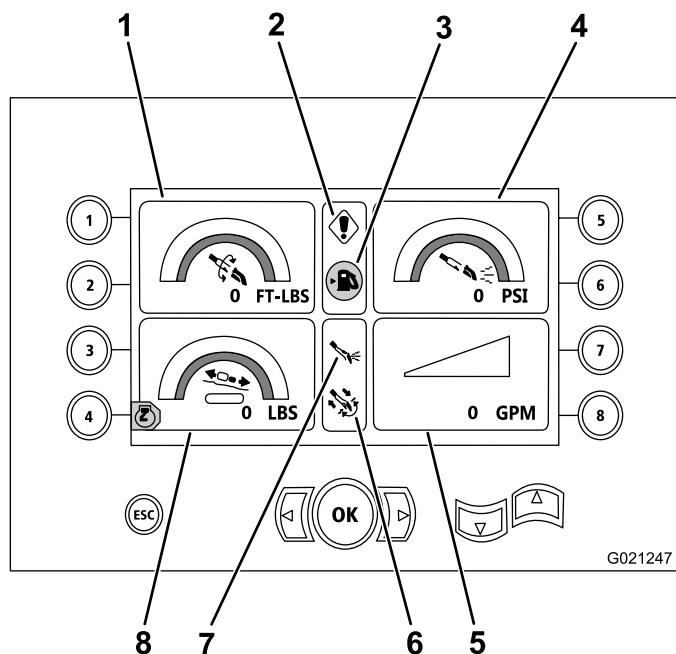

Рисунок 17
Эта страница показывает измеренные значения крутящего момента в фунт-футах, давления бурового раствора в фунтах на кв. дюйм, усилия каретки в фунтах и расхода бурового раствора в галлонах в минуту (Рисунок 17).
- Предупреждение с кодом ошибки для процесса бурения и/или двигателя (Рисунок 17)
- Предупреждение о низком уровне топлива (Рисунок 17)
- Подача бурового раствора находится в положении «Вкл.» (Рисунок 17)
- Режим автоматического бурения находится в положении «Вкл.» (Рисунок 17)